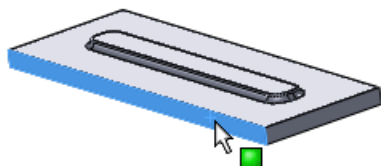
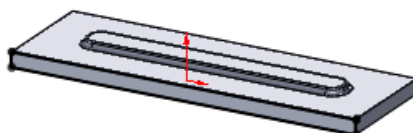

图 10-155 选择基准面
图 10-156 转换图素
⑦绘制草图。在实体上选择图 10-155 所示的面作为绘图的基准面，单击“草图”工具栏中的“草图绘制”按钮, 然后单击“草图”工具栏中的“转换实体引用”按钮, 将选择的矩形表面转换成矩形图素，如图 10-156 所示。